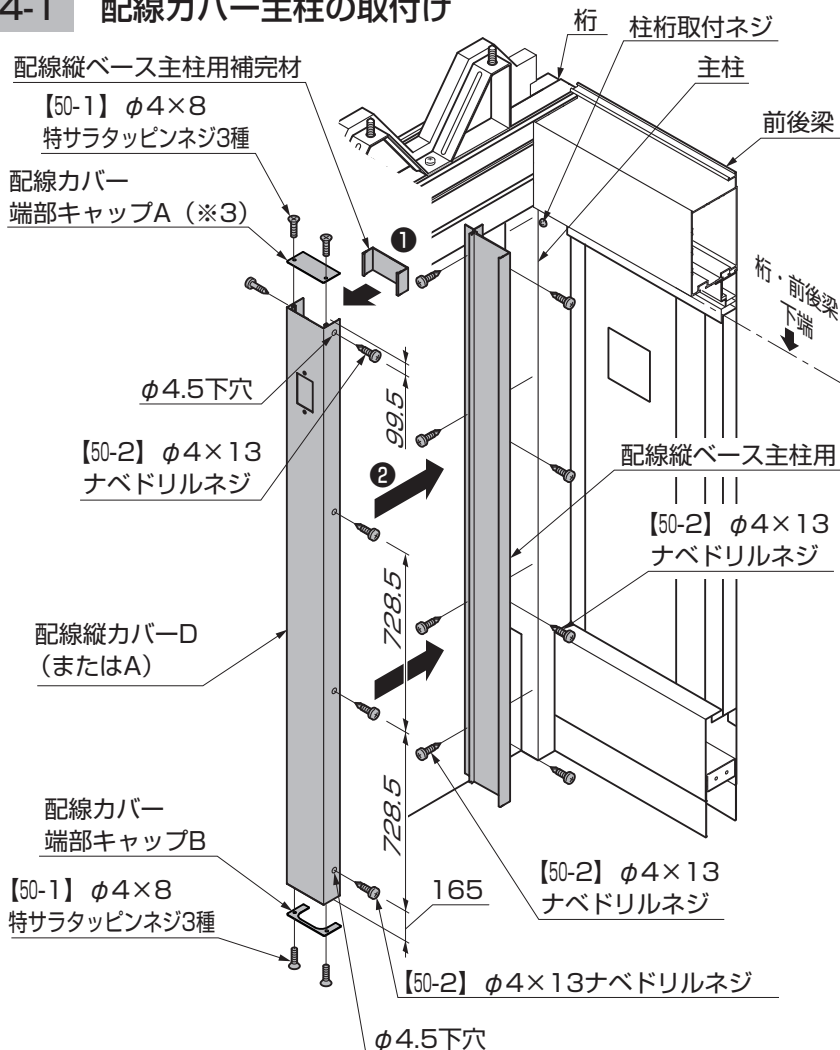
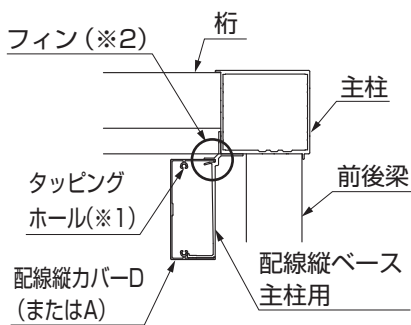

図4-1 天井なし
図4-2 天井あり
- 配線縦カバーD（またはA）にはタッピングホールがついています。配線カバー端部キャップ取付けネジはタッピングホール（※1）に取付けてください。（図4-1、図4-2参照）
- 天井なしの場合は、桁・前後梁から、主柱へ配線を通す場合は、配線縦カバーに配線カバー目隠（桁・前後梁兼用）からの配線を通す穴（※4）をあけてください。（図4-2参照）